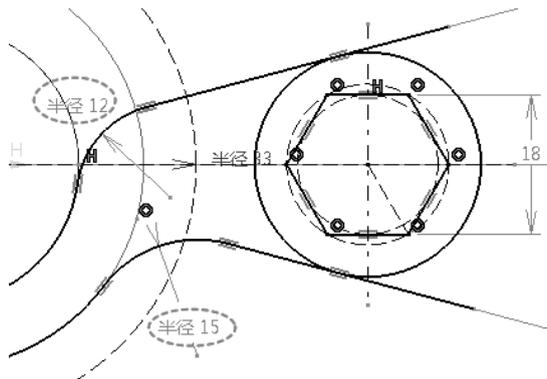

图 5-144
- 单击“圆角”按钮，创建如图 5-144 所示的半径分别为 12 和 15 的圆角。